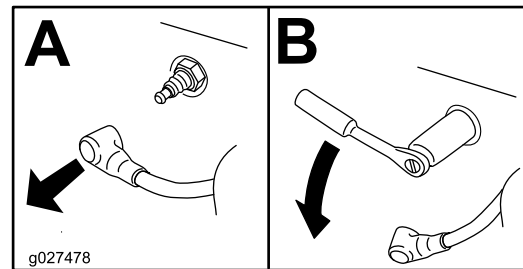

Bild 44
- Nehmen Sie die Zündkerze heraus (Bild 44).